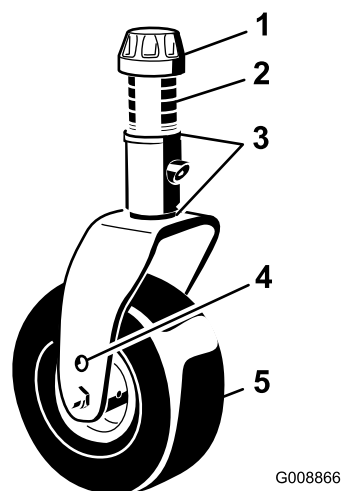

Figure 6
2. Placez les essieux des roues pivotantes dans les mêmes trous sur les deux fourches. Pour choisir les trous corrects pour la hauteur de coupe requise, reportez-vous à la Figure 6 et la Figure 7.
3. Enlevez le chapeau de tension de l'axe de pivot (Figure 6) et sortez l'axe du bras pivotant. Remplacez les 2 cales (3 mm) sur l'axe de pivot dans leur position d'origine. Elles sont requises pour que les plateaux de coupe soient parfaitement de niveau sur toute la largeur. Placez le nombre requis d'entretoises de 13 mm sur l'axe de pivot pour obtenir la hauteur de coupe voulue, puis ajoutez la rondelle.